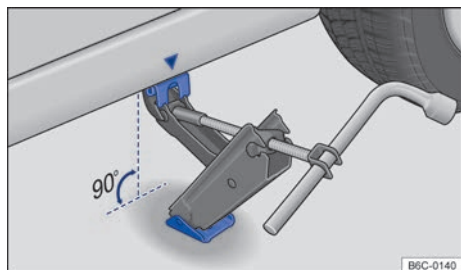

Fig. 165 Puntos de apoyo del gato y gato posicionado atrás en el lado izquierdo trasero del vehículo.
9. Garantizar que la base del gato, con toda su superficie, esté sobre el piso y que la base se encuentre perpendicularmente por debajo del punto de colocación → fig. 165.
10. Alinear el gato y, simultáneamente, levantar la garra del gato hasta que se encaje en el travesaño debajo del vehículo → fig. 165.
- Posicionar el gato únicamente en los puntos indicados. La garra del gato debe encajarse en el perfil del larguero de forma segura → fig. 165.